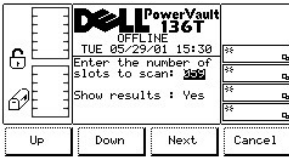

Figure 41. Command > Move > Scan Barcode > Dialogue Select Slots
- 1 Si la touche de fonction **OK** est enfoncée, les champs sont acceptés et le dialogue suivant s'affiche. Reportez-vous à la Figure 41.
- 1 Si la touche de fonction **OK** est enfoncée, les champs sont acceptés et le dialogue Select Slots s'affiche. Reportez-vous à la Figure 41.
- 1 Si la touche de fonction **Next** est enfoncée, le champ suivant de la liste devient le champ actif. Reportez-vous à la Figure 41.